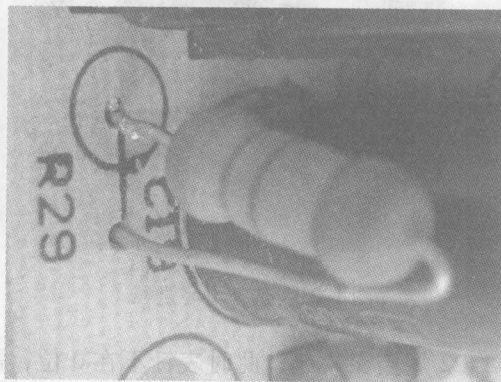

图 1-16 电阻器在电路板上的位置
⑤ 对比两次测量结果，若万用表显示值都等于或接近被测电阻器的标称值，则表明电阻器正常。若所测电阻值过大，则表明该电阻器损坏；若所测电阻过小，则表明该电阻器可能损坏（由于电路原因导致该电阻器阻值变小）应用开路法进行检查。
(2) 电阻器开路检测技巧
① 观察被测电阻器的标称色，标为黄、橙、红色电阻，计算出该电阻器阻值为 $4.3\text{k}\Omega$ ，该电阻器在电路板上的位置如图 1-16 所示。